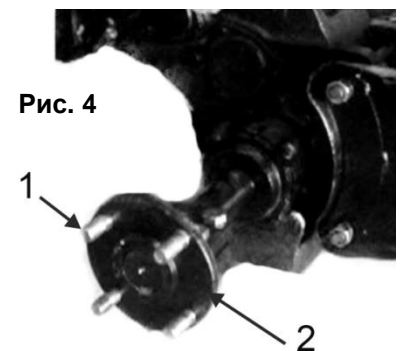

Рис. 4
- Вкрутите в отверстия барабана приводной оси крепящие колесо по четыре шпильки с двусторонней резьбой (1)(См. Рис.4).
- Колеса устанавливаются на шпильки барабана (2)(См. Рис.4) и фиксируются гайками.